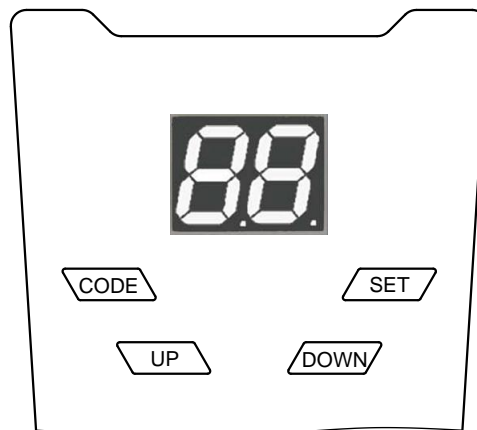

Рис. 5. Панель управления
- Сразу после включения вилки в розетку кратковременно загорится лампа освещения (подсветка), а индикатор на панели управления привода (рис. 5) отобразит цифры от «99» до «11», после чего привод перейдет в режим ожидания (на индикаторе высветятся символы «--»). Если вышеописанной индикации нет, отключите привод из розетки и внимательно проверьте все подключения (сверьтесь с разделом «Неисправности и рекомендации по их устранению»).
- Если к приводу подключены фотоэлементы, необходимо проверить приемник (RX). Если индикатор приемника не светится или моргает, это означает, что сигнала нет или сигнал прерывается из-за неточной регулировки фотоэлементов. Функция использования фотоэлементов должна быть предварительно активирована (см. раздел «Настройки»).
Настройка привода осуществляется при помощи панели управления (рис. 5), на которой расположены четыре кнопки и индикатор (сдвоенный 7-сегментный индикатор).